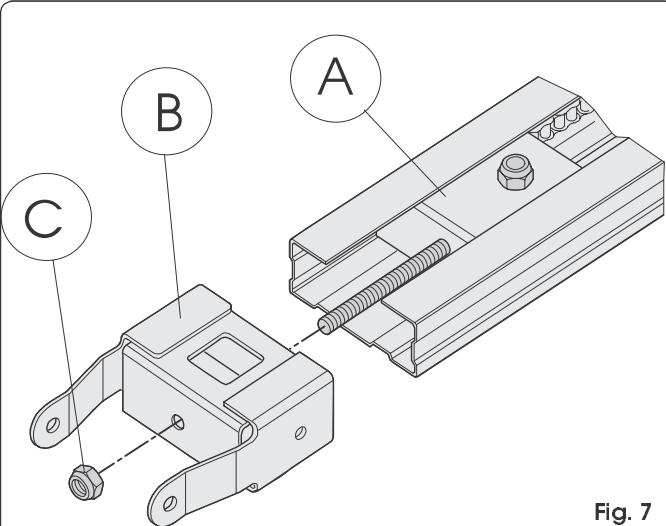

Fig. 7
- Fare scorrere lungo tutta la guida di scorrimento o il gruppo di rinvio (Fig. 7 rif. A) fino a portarlo in prossimità del terminale anteriore, quello opposto al gruppo innesto trazione.
- Assemblare l'attacco anteriore (Fig. 7 rif. B) al gruppo di rinvio (Fig. 7 rif. A).
- Mettere leggermente in tensione la catena avvitando il dado (Fig. 7 rif. C).